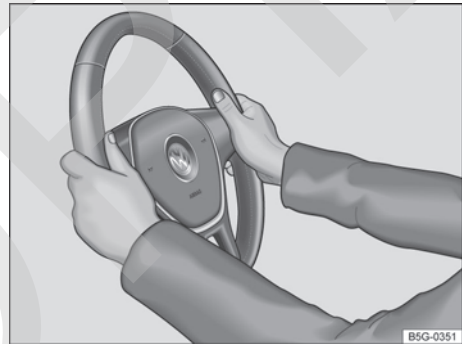

Fig. 64 En el volante: posición 9 y 3 horas.
- Ajustar el volante de manera tal que el conductor pueda sujetarlo con las dos manos del borde exterior y con los brazos ligeramente doblados (posición equivalente a las 9 y a las 3 horas → fig. 64).